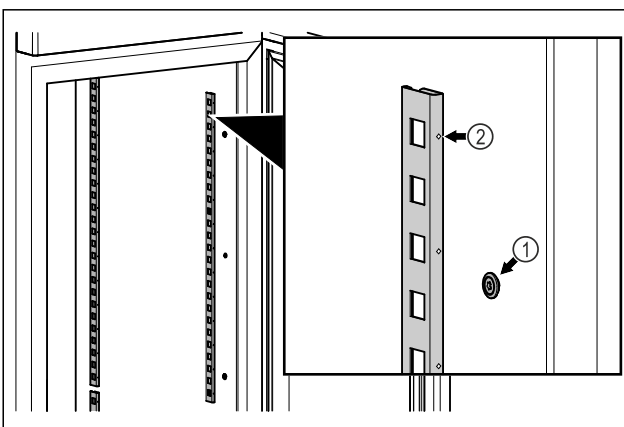

Fig. 83 Beispielhafte Darstellung
► Rastenleisten in Aufhängung Fig. 83 (1) einhaken. Markierung Fig. 83 (2) muss nach vorne zeigen.